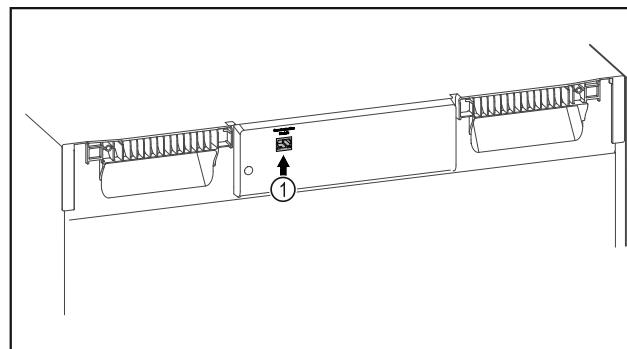

Fig. 82
- Vstavljen je SmartModule Fig. 82 (1).